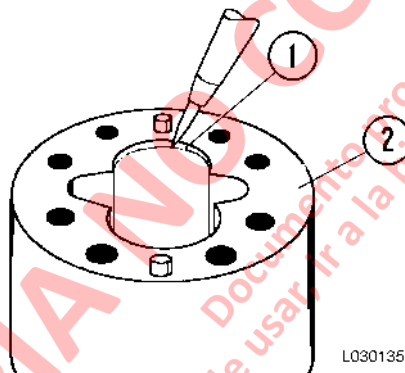

FIGURA 3-9. INSPECCIÓN DE LA PERFORACION DEL ENGRANAJE
1. Examine las perforaciones de los engranajes en ambas placas de engranaje, consulte la Figura 3-9. Durante la penetración inicial, los engranajes cortan las placas de engranajes de aluminio. La profundidad nominal de este corte es de 0.203 mm (0.008 in.) y no debe exceder de 0.381 mm (0.015 in.). A medida que los dientes del engranaje cortan las placas de engranaje, el metal se enrolla contra las placas de presión. Use un cuchillo o raspador puntiagudo para remover el metal que se ha enrollado contra las placas de presión. Elimine todas las astillas metálicas que se soltaron.